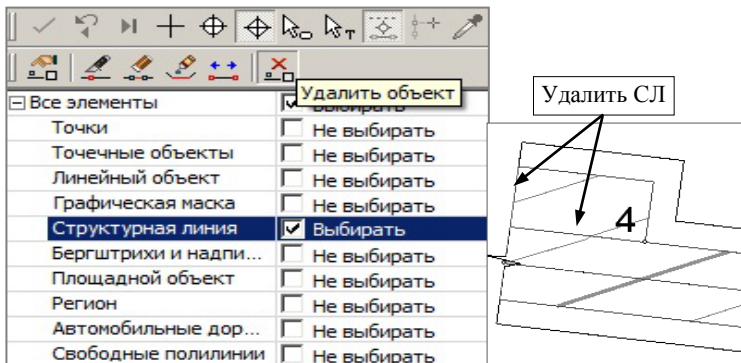

Рис. 6.23
- Во избежание некорректности удалите отрезки СЛ на стыке проезжей части и площадки (рис. 6.23).
10. Воспользуйтесь фильтром выбора элементов (рис. 6.23).
11. Переведите курсор в режим выбора линии, нажмите кнопку **Удалить объект** и укажите СЛ (рис. 6.23).